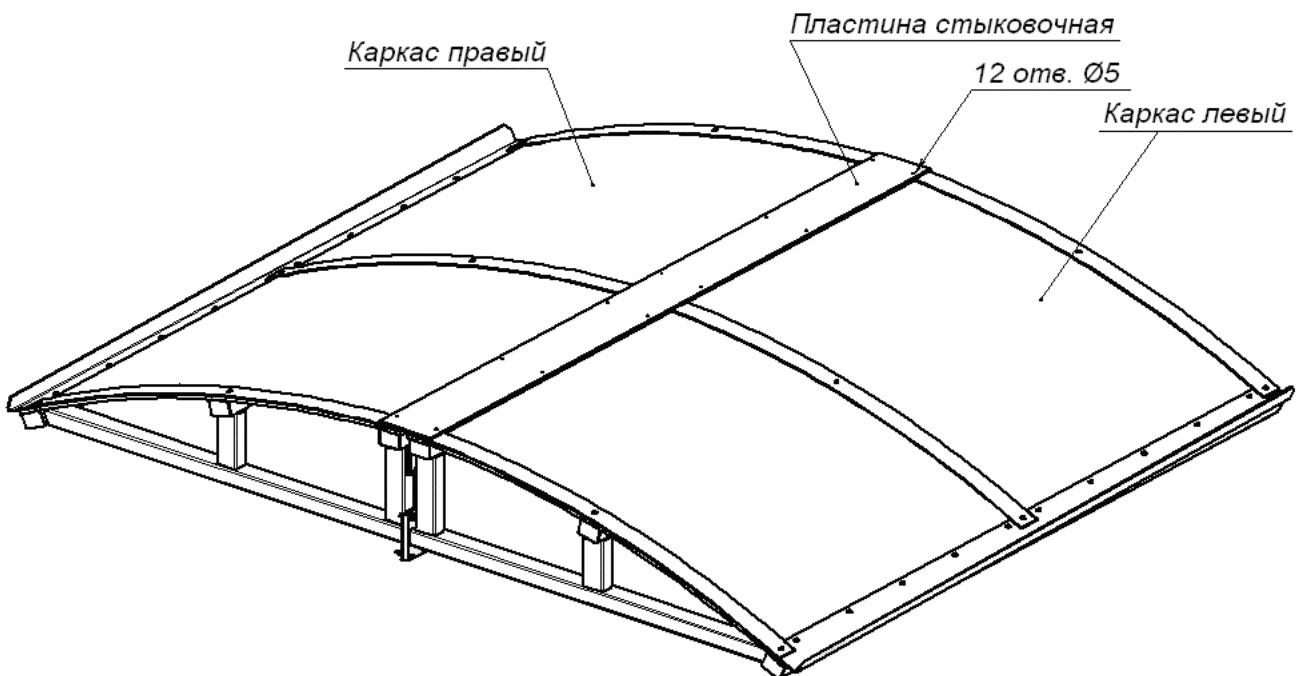

Рисунок 6 Вид соединенных каркасов (1) и (2) с установленной пластиной стыковочной (10)
8.3.11 Положите стыковочную пластину на стык каркасов уплотнительным профилем вниз. Через имеющиеся в пластине двенадцать отверстий $\varnothing 5$ мм (см. рис. 6) просверлите в каркасах 12 отверстий $\varnothing 3,5$ мм и глубиной 9 мм под саморезы $4,2 \times 16$.